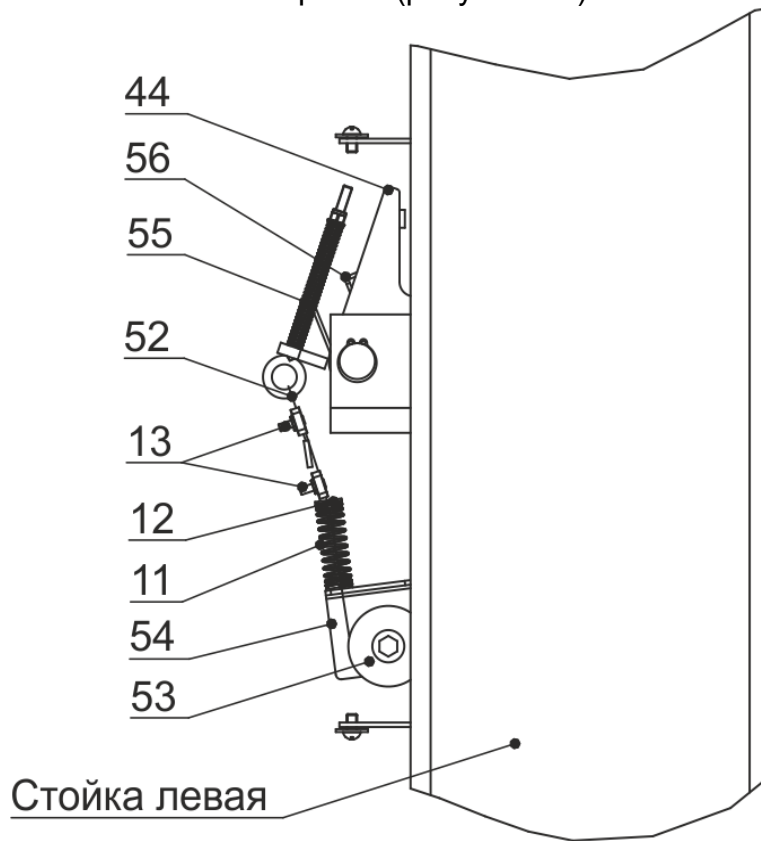

Рисунок 6.5 - Система стопорения кареток
6.6 Установить тросик системы стопорения (рисунок 6.5).